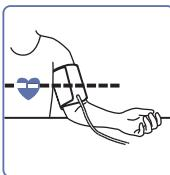

Fig. 6
- Stați aşezat pe un scaun și întindeți-vă brațul pe masă, astfel încât manșonul să fie la același nivel cu inima dumneavoastră (Fig. 6).